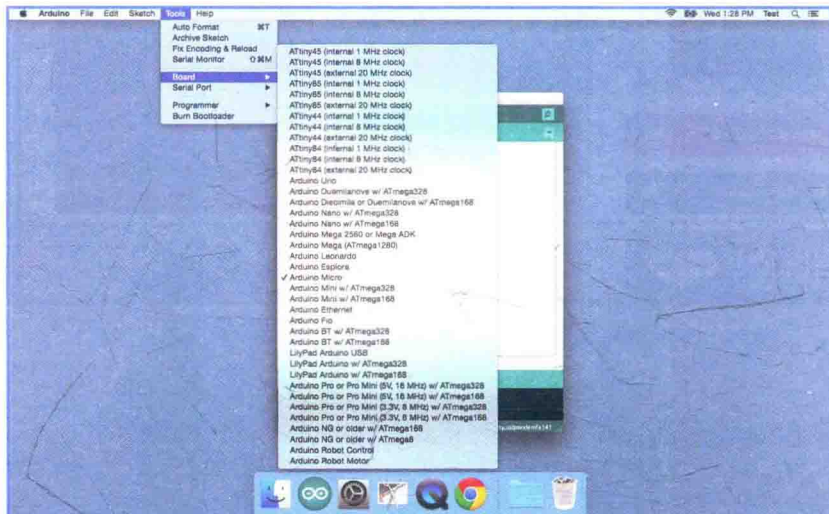

图 5.7 从列表中选择你的 Arduino
3. 进入 Tools → Bords 菜单，从列表中选择你的 Arduino，如图 5.7 所示。